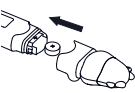

Figura 5
- Utilice un objeto puntiagudo, como un bolígrafo, para extraer la pila usada. Deseche la pila conforme a la normativa vigente. Reemplácela por una nueva pila de botón de 1,5 V CC de tipo LR41 o SR41, UCC392, o equivalente. Asegúrese de que la pila está instalada con la polaridad hacia arriba (Figura 5).